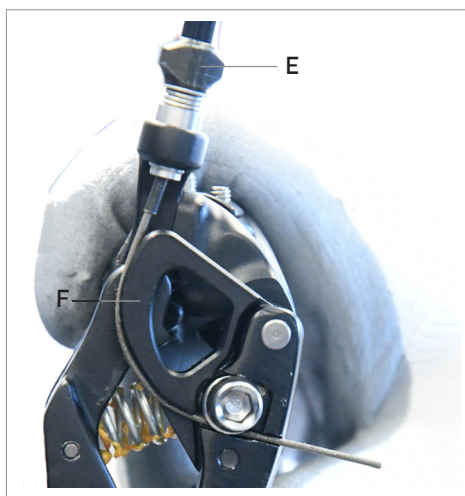
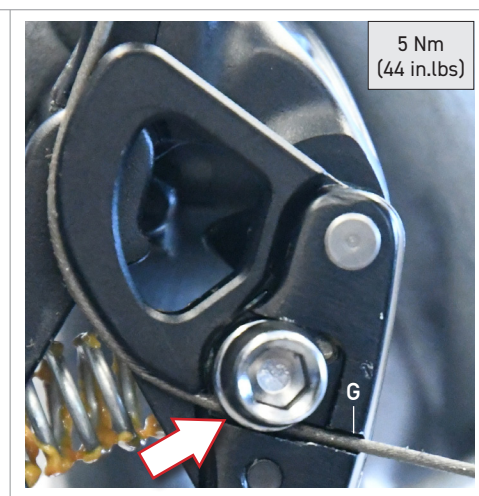

Fig.14
Fig.15
• Inserite il cavo nel registro tensione cavo (E - Fig.14), fatelo passare nell'apposita camma (F - Fig.14) e nell'incavo (G - Fig.15) presente nel cambio.